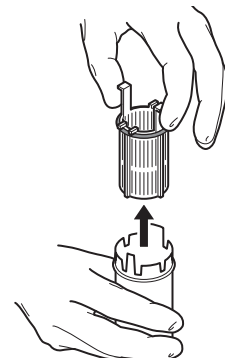

Figura 10 Rimozione del filtro dal collettore
2. Rimuovere il filtro dal collettore per raccogliere il campione (Figura 10).